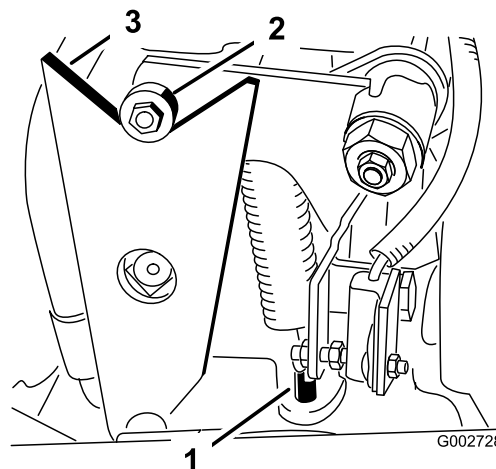

Figura 31
3. Afloje la contratuerca del pasador de ajuste del muelle hasta que el cojinete se separe libremente de la leva de la palanca (Figura 31); de este modo el eje de la bomba tendrá libertad para girar durante el arranque.